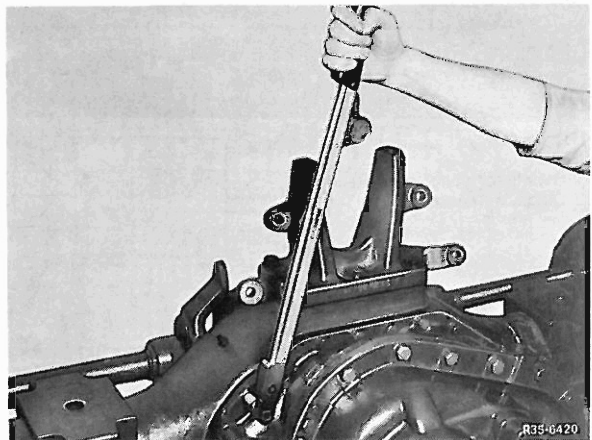

Bild 69
- 3 Befestigungsschrauben einschrauben und mit Drehmomentschlüssel 001 589 39 21 01 auf den vorgeschriebenen Wert anziehen (Bild 69).